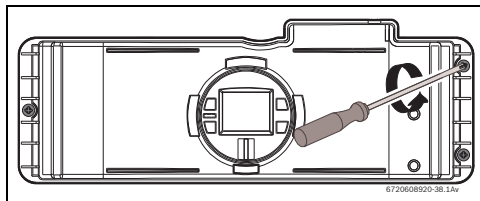
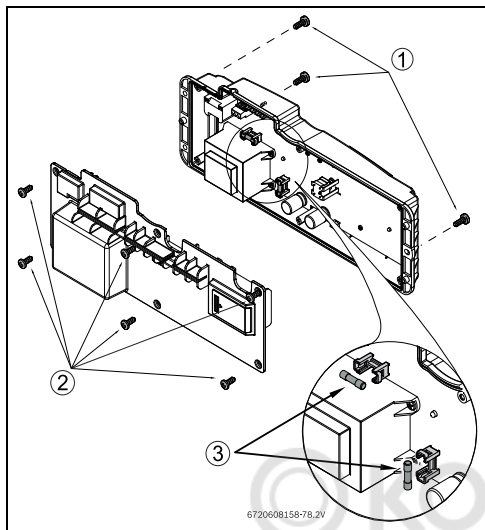

Рис. 46
Рис. 47 Расположение предохранителей
- ▶ отпустите три винта на блоке управления (Рис. 46 и Рис. 47 , поз. 1).
- ▶ Отпустите шесть винтов на задней крышке блока управления, см. Рис. 47 , поз. 2.
- ▶ Проверьте предохранители на печатной плате, см. Рис. 47, поз. 3.
- ▶ После проверки предохранителей установите все детали на место в обратном порядке (Рис. 47, поз. 3).